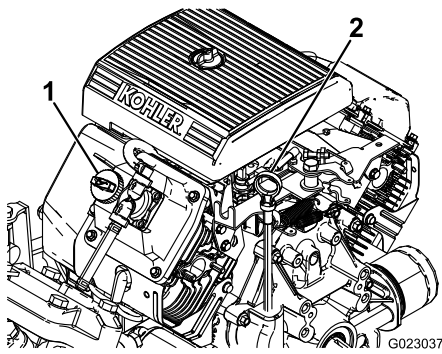

Рисунок 40
2. Выньте масломерный щуп и протрите его чистой ветошью (Рисунок 40). Вставьте масломерный щуп в трубку и убедитесь, что он вставлен до упора. Выньте щуп и проверьте уровень масла.
3. Если уровень масла низкий, снимите крышку заливной горловины с крышки клапана (Рисунок 40) и залейте масло в отверстие до отметки Full (Полный) на щупе. Медленно заливайте масло и во время этого процесса часто проверяйте уровень. Не допускайте переполнения.
8. Медленно залейте примерно 80% указанного количества масла в маслосливную горловину (Рисунок 40).